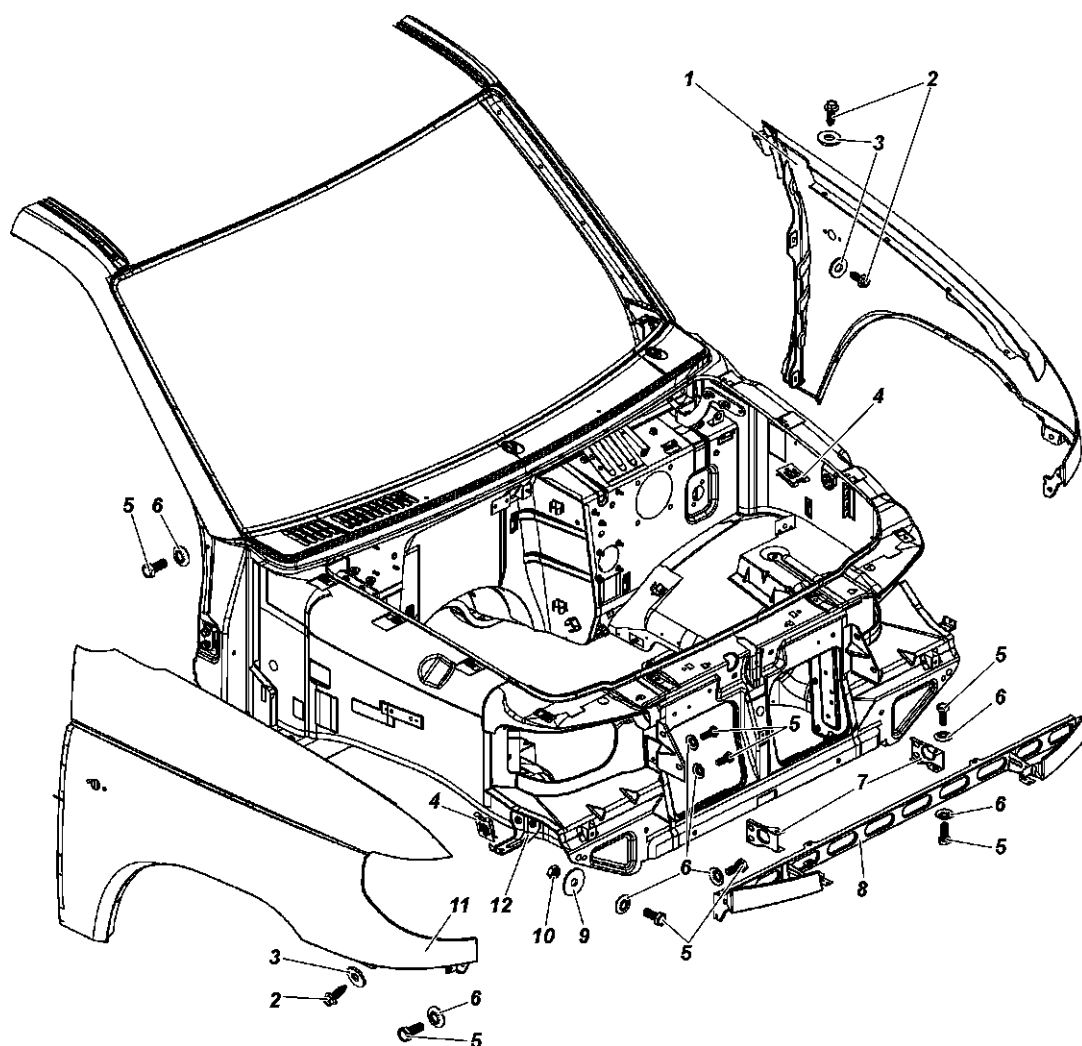

Рис. 15.24. Передние крылья и балка облицовки радиатора:
1. Отверните по два болта 5 (рис. 15.24) с каждой стороны крепления крыла с балкой 8 облицовки радиатора и по одному болту 5 с гайкой 10 крепления крыла к каркасу кузова.